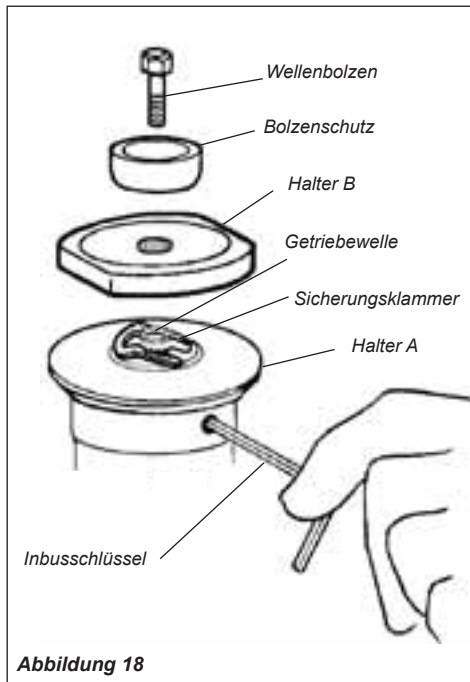

Abbildung 18
1. Richten Sie das Loch im Schneideblatthalter A mit dem entsprechenden Loch im Getriebeflansch aus, und halten Sie die Getriebewelle vorübergehend in Position, indem Sie einen Inbusschlüssel durch die beiden Löcher stecken. Siehe Abbildung 18.